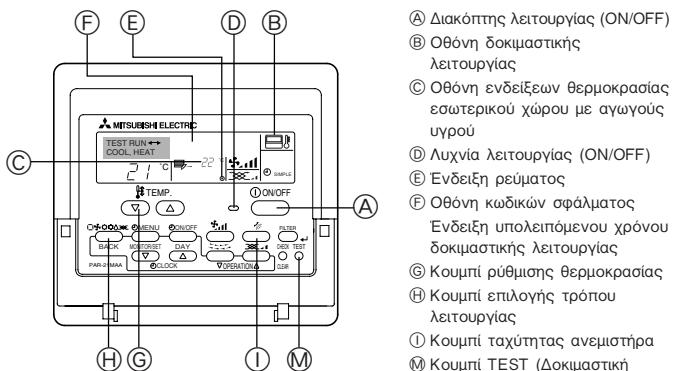

Fig. 8-1
8.2. Δοκιμαστική λειτουργία (Με ενσύρματο τηλεχειριστήριο) (Fig. 8-1)
① Τροφοδοτήστε με ρεύμα τη μονάδα τουλάχιστον 12 ώρες πριν τη δοκιμαστική λειτουργία.
② Πατήστε δύο φορές το κουμπί [TEST] (ΔΟΚΙΜΗ). ➔ "TEST RUN" (ΔΟΚΙΜΗ) οδόντων υγρών κρυστάλλων
③ Πατήστε το κουμπί επιλογής τρόπου λειτουργίας [Mode selection] (Επιλογή τρόπου λειτουργίας). ➔ Βεβαιωθείτε ότι ο αέρας φυσά προς τα έξω.
④ Πατήστε το κουμπί επιλογής τρόπου λειτουργίας [Mode selection] (Επιλογή τρόπου λειτουργίας) και επιλέξτε τη λειτουργία ψύξης (ή θέρμανσης). ➔ Βεβαιωθείτε ότι ψύχρος (ή θερμός) αέρας φυσά προς τα έξω.
⑤ Πατήστε το κουμπί ταχύτητας αέρα [Fan speed] (Ταχύτητα αέρα). ➔ Βεβαιωθείτε ότι η ταχύτητα του αέρα είναι ενεργοποιημένη.
⑥ Ελέγχετε τη λειτουργία του ανεμιστήρα της εξωτερικής μονάδας.
⑦ Σταματήστε τη δοκιμαστική λειτουργία πατώντας το κουμπί λειτουργίας [ON/OFF] (ΛΕΙΤΟΥΡΓΙΑ/ΣΤΟΠ) button. ➔ Διακοπή
⑧ Καταχώρηση αριθμού πηλεφώνου.